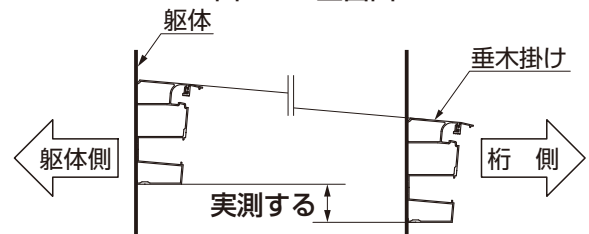

図2-5 側面図
- ①垂木掛け取付け位置を実測して、出幅違い部分の垂木掛けを取付けてください。(図 2-5 参照)